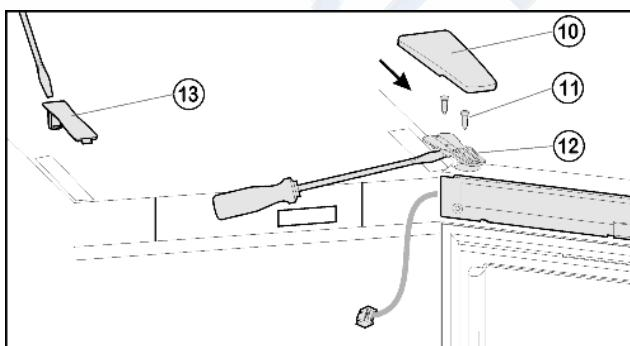
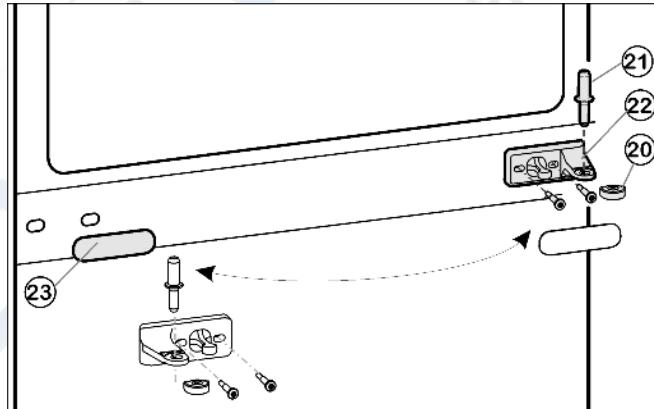
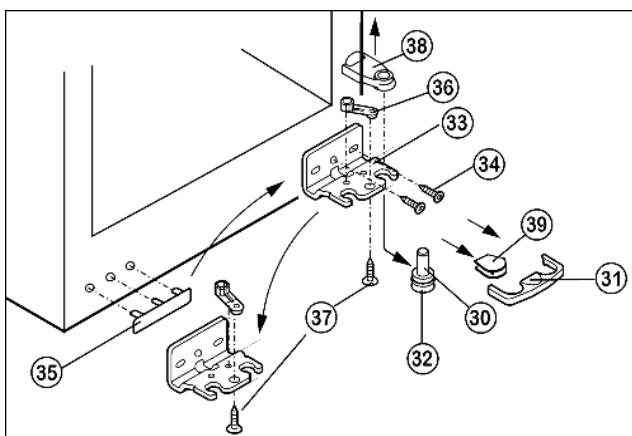

Fig. 5
Fig. 6
Fig. 7
- Вытяните крышку Fig. 5 (10) вперед и снимите крышку Fig. 5 (13).
- Отпустите винты Fig. 5 (11).
- Снимите дверцу вместе с опорным кронштейном Fig. 5 (12) и кабелем вверх. Для снятия, возможно, понадобится осторожно подцепить опорный кронштейн снизу шлицевой отверткой.
- Вытащите из опорного кронштейна и нижней дверцы средний опорный палец Fig. 6 (21).
- Пластмассовый колпачок Fig. 6 (20) снимите.
- Снимите средний опорный кронштейн Fig. 6 (22).
- Осторожно снимите накладку Fig. 6 (23).
- Открутите средний опорный кронштейн Fig. 6 (22) и прикрутите его с поворотом на 180° на новую сторону шарнира.
- Снова защелкните накладку Fig. 6 (23) на стороне, где теперь будет ручка.
- ▶ Нижнюю крышку Fig. 7 (31) снимите движением вперед.
- ▶ Нижнюю крышку Fig. 7 (39) снимите.*
- ▶ Снимите крышку Fig. 7 (38) вверх.*
- ▶ Полностью вверните регулируемую опору Fig. 7 (32).
- ▶ Вытяните опорный палец Fig. 7 (32) вниз и вперёд. При этом следите за гнездом шарнира Fig. 7 (30).
- ▶ Открутите опорный кронштейн Fig. 7 (33)(2 шт. Torx 25) Fig. 7 (34).
- ▶ Открутите опорную деталь Fig. 7 (36)(1 Torx 25) Fig. 7(37) и, переставив в отверстие на противоположной стороне опорного кронштейна, снова прикрутите.
- ▶ Осторожно приподнимите и переставьте крышку Fig. 7(35) со стороны ручки.
- ▶ Снова прикрутите опорный кронштейн Fig. 7 (33) на новой стороне шарнира, при необходимости с помощью аккумуляторного шуруповерта через внешний продольный паз и круглое отверстие.
- ▶ Снова слегка наклоните устройство назад и переставьте опорный палец Fig. 7 (32).
- ▶ Установите дверь сверху на опорный палец Fig. 7 (32).
- ▶ Вставьте средний опорный палец Fig. 6 (21) через средний опорный кронштейн Fig. 6 (22) в нижнюю дверцу.
- ▶ Установите пластмассовый колпачок Fig. 6 (20).
- Установите верхнюю дверцу на средний опорный палец Fig. 6 (21), закройте дверцу и установите верхний опорный кронштейн Fig. 5 (12) так, чтобы он защелкнулся в верхней стороне устройства.
- Прикрутите опорный кронштейн Fig. 5 (12). При необходимости просверлите отверстия или используйте аккумуляторную отвертку.
- Защелкните крышку Fig. 5 (10) и крышку Fig. 5 (13).
- При необходимости выровняйте дверцы через два продольных паза в нижнем опорном кронштейне Fig. 7 (33) и среднем опорном кронштейне Fig. 6 (22) параллельно корпусу устройства, затем затяните винты.
- Снова защелкните крышку Fig. 7 (31) на опорном кронштейне снизу.